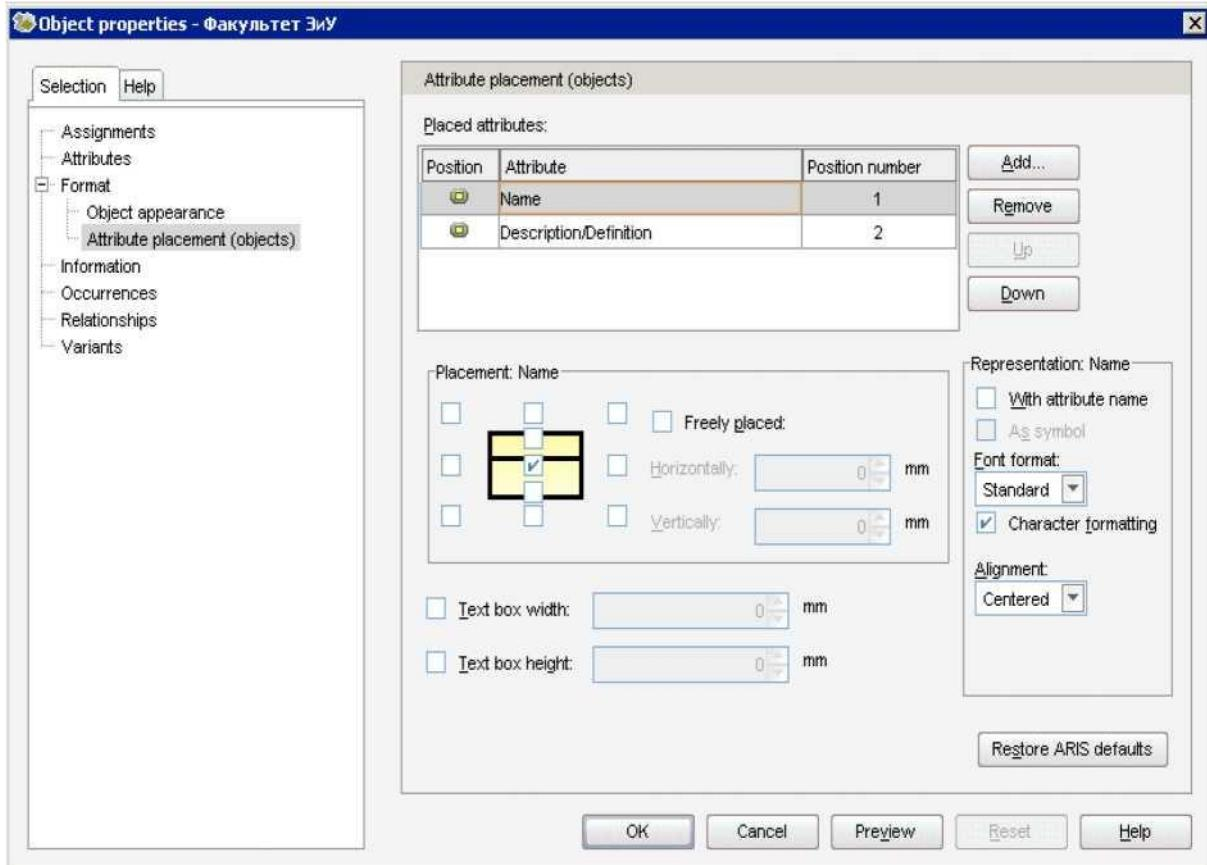

Рис. 10. Окно настройки свойств объекта
7) Для отображения атрибутов на диаграмме необходимо выбрать в контекстном меню объекта Organizational unit пункт FormaWEedit attribute placements. В окне свойств объекта (рис. 10) на вкладке Attribute placement нажать кнопку Add, выбрать атрибут Description/Definition, выделить галочкой желаемое местоположение атрибута.